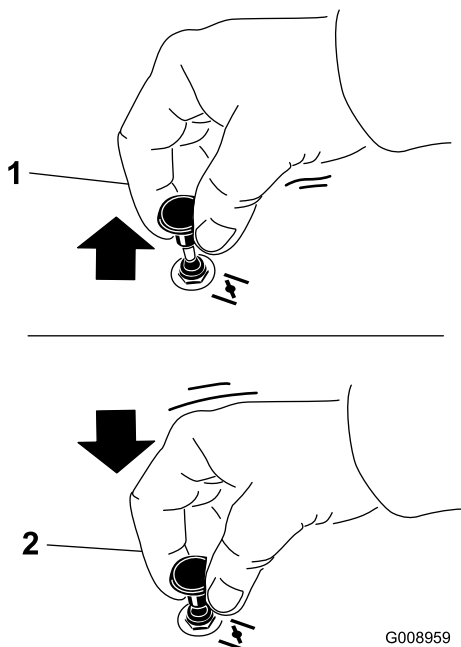

Figura 17
1. Tire hacia arriba del mando para activar el estárter antes de girar la llave del contacto (Figura 17).
2. Presione hacia abajo el control del estárter para desactivar el estárter después de arrancar el motor (Figura 17).